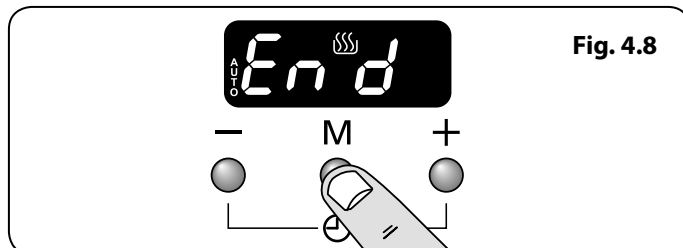
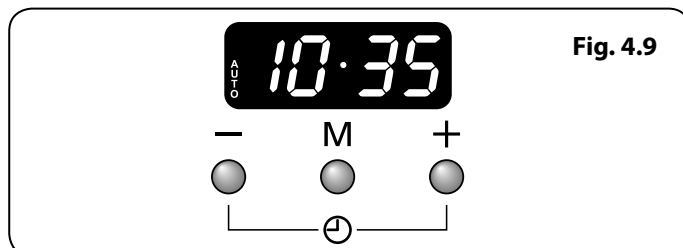

Fig. 4.8
Fig. 4.9
- Tryck på lägesknappen [M] tills displayen blinkar (End) (Fig. 4.8). Välj därefter "stopptid" med knapparna [+] eller [-]. Den aktuella tiden visas tillsammans med ordet "AUTO" (Fig. 4.9).